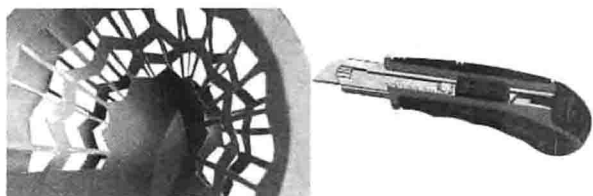

图1-21 纸质模型及制作刀具
- 纸质模型：纸质材料是一种极为常见的制作材料，它具有来源广泛、易加工成型、制作简单、简易方便等特性。常见的有各种克数的卡纸、瓦楞纸、包装纸、厚度不同的泡沫夹心纸板等。纸质模型及其制作工具，如图 1-21 所示。